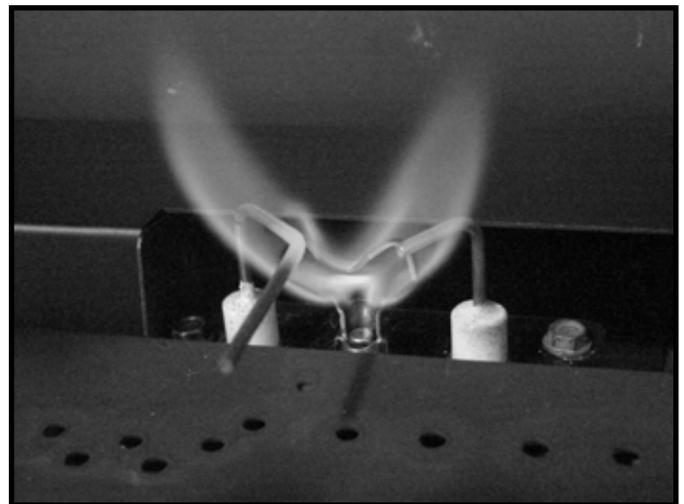

Figure 4.5 Modèles de flamme de la veilleuse
- Inspectez la qualité de la flamme de la veilleuse. Voir la figure 4.5. pour un modèle de flamme de la veilleuse. Nettoyez ou remplacez l'orifice si nécessaire.